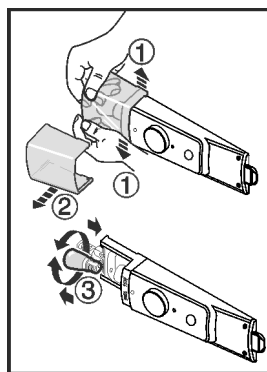

Fig. 12
- ▶ Pokrov svetilke glede na sliko spodaj v sprednjem delu povlecite narazen Fig. 12 (1) in izvlecite v stran Fig. 12 (2).
- ▶ Zamenjajte svetilko. Fig. 12 (3)